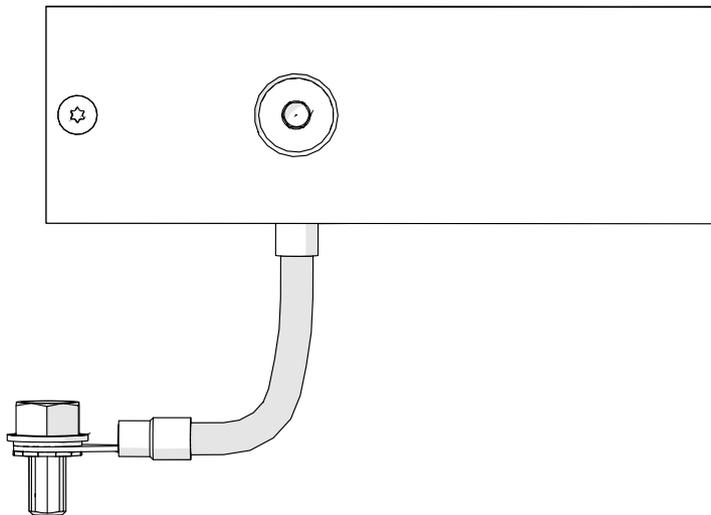

Abb. 4: Klebefläche des Positionierband-Profiles (gesenkte Fläche)
- Die gesenkte Seite des Positionierband-Profiles ist die Klebefläche für das Positionierband (siehe Abb. 4).